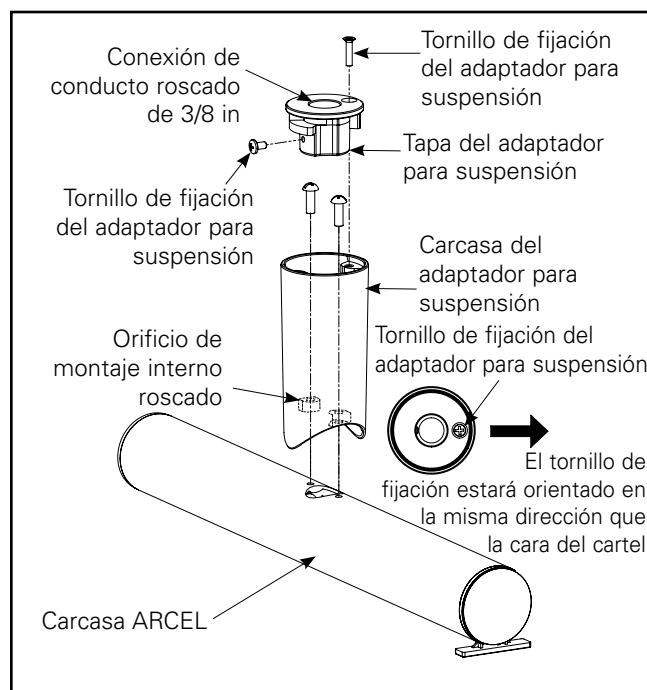

Figura 8.
2. Abra la caja que contiene su conjunto de adaptador colgante y desembale la unidad. Desmonte la unidad retirando el tornillo de seguridad de la superficie superior de la tapa del adaptador colgante (Ver Figura 8).